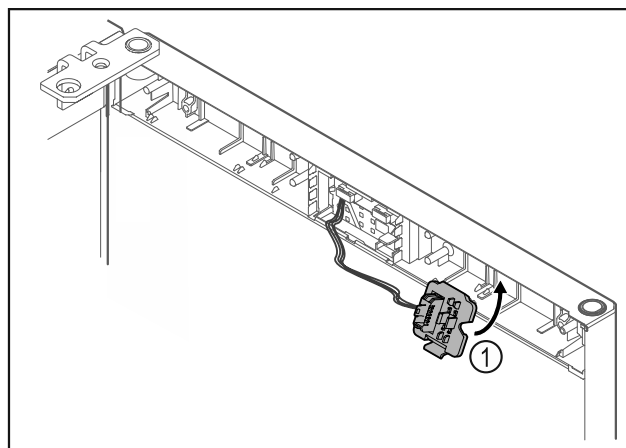

Fig. 19
- Steckerhalterung Fig. 19 (1) auf Gegenseite einrasten.